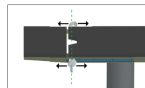

図 L1
(1) 組立て
- 3L クランプ同士が向かい合うように位置を合わせる（図 L1）